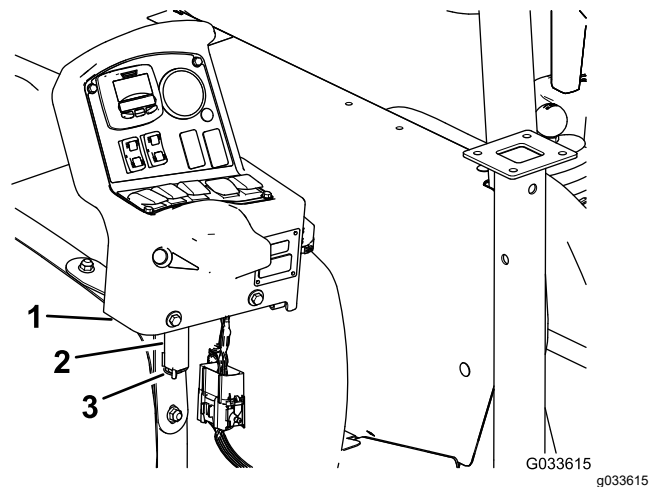

Figura 98
7. Retire la consola del soporte de montaje de la consola en el salpicadero de la máquina y alinee el pasador de giro de la consola de control con el soporte de almacenamiento del fleje delantero del depósito (Figura 98); consulte Instalación de la consola de control en la máquina (página 21).
8. Monte la consola en el soporte y sujete el pasador de giro al soporte con la chaveta (Figura 98).